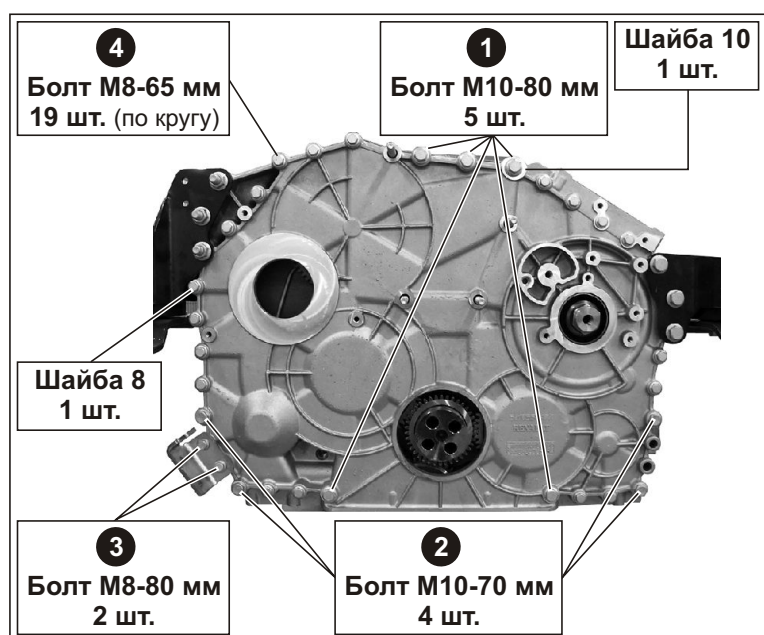

Рис. 110. Порядок затяжки крышки передней.
6. Ввернуть в отверстия крышки передней болты крепления и затянуть в порядке, указанном на Рис. 110 следующим моментом: